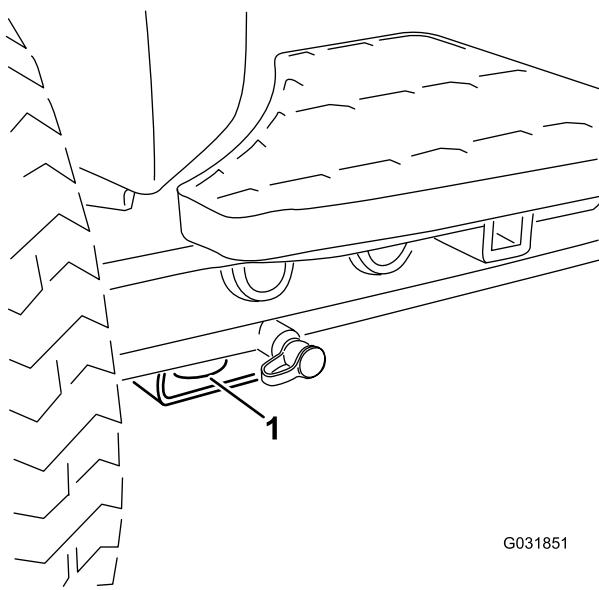

Figura 24
- **Dianteira da máquina** – o orifício na pastilha retangular, por baixo do tubo do eixo, dentro de cada pneu dianteiro (Figura 24).